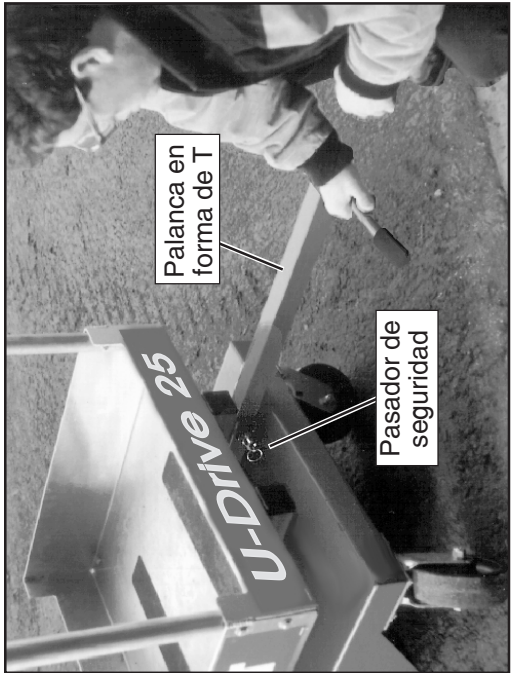

Figura 8: Colocación de la palanca
6. Quite el pasador traba y tire de la palanca hacia afuera hasta que el pasador traba se enganche en el orificio del extremo de la palanca (figura 8).